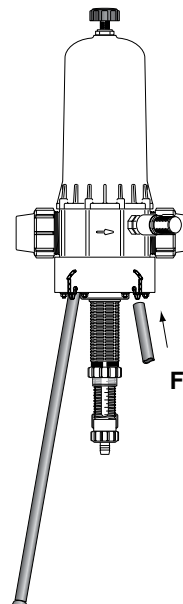

Fig. 1
- Introduire les pieds dans les orifices prévus à cet effet (Fig. 1).